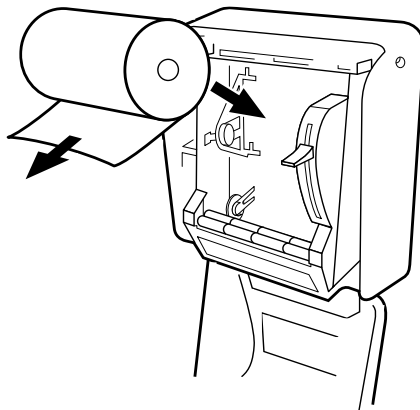

Figura 6
1. Con la puerta abierta, inserte un rollo de producto HRT en el sentido que se ilustra en la figura 6.